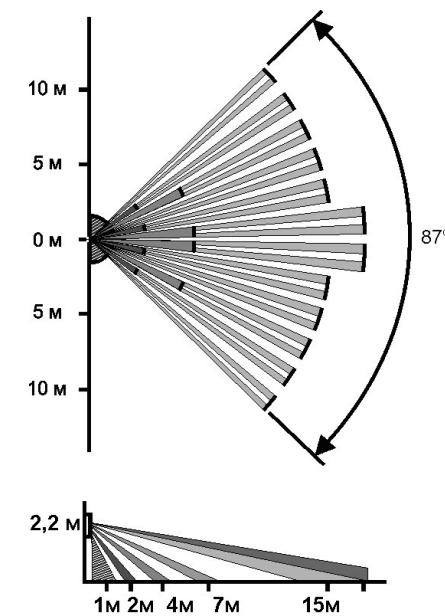

Рис.3 Диаграмма зоны обнаружения при наклоне основания извещателя вперед на угол 12 градусов. Защищованная область (антисаботажная зона) только для варианта 2
- Широкоугольная линза, позволяющая создать зону обнаружения максимальной площади (рис.3).